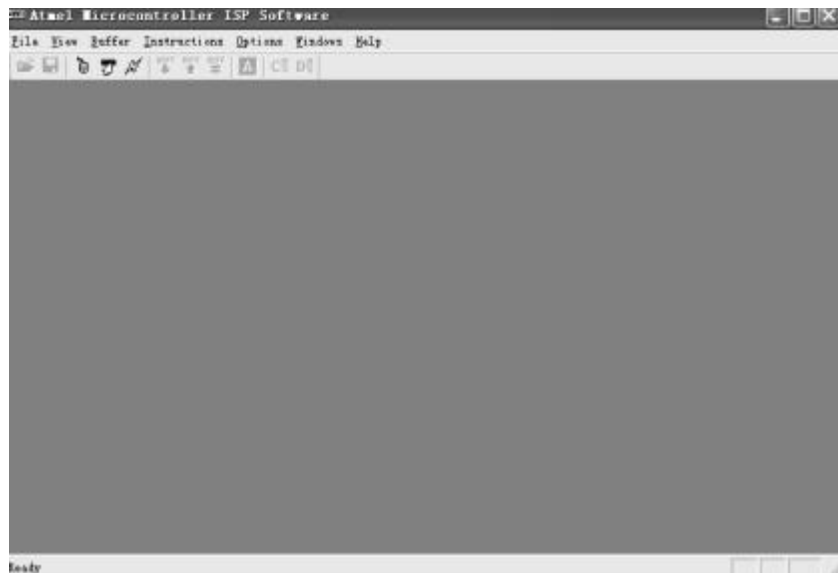

图 1-26 Atmel Microcontroller ISP Software 启动画面
①运行 Atmel Microcontroller ISP Software,出现图 1-26 所示的界面.